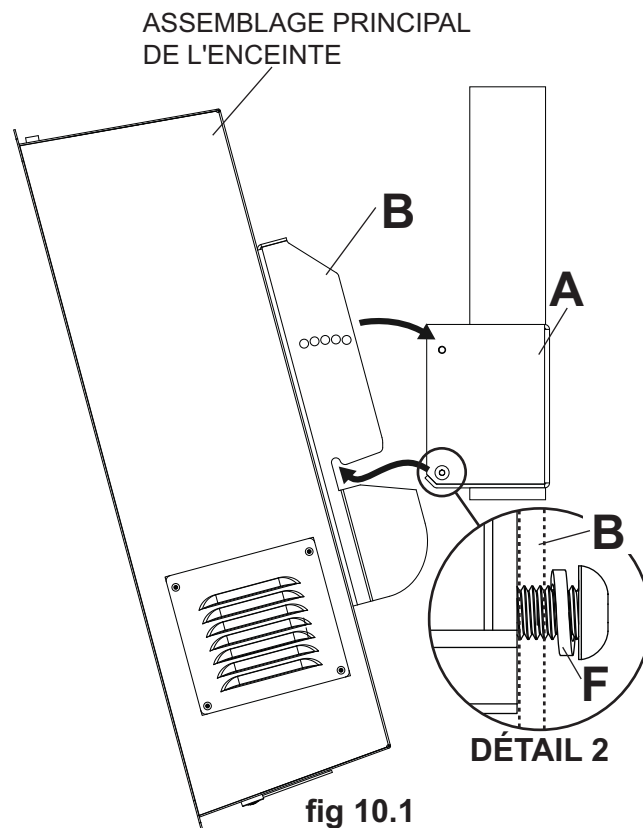

fig 10.1
10 Accrochez la plaque d'inclinaison (B) aux vis à tête creuse vissées au boîtier mural (A) et choisissez l'angle d'inclinaison souhaité (0° à 20°) comme illustré à la figure 10.1. **REMARQUE** : Vérifiez que la rondelle fendue (F) est à l'extérieur de la plaque d'inclinaison comme illustré dans le dessin de détail 2.